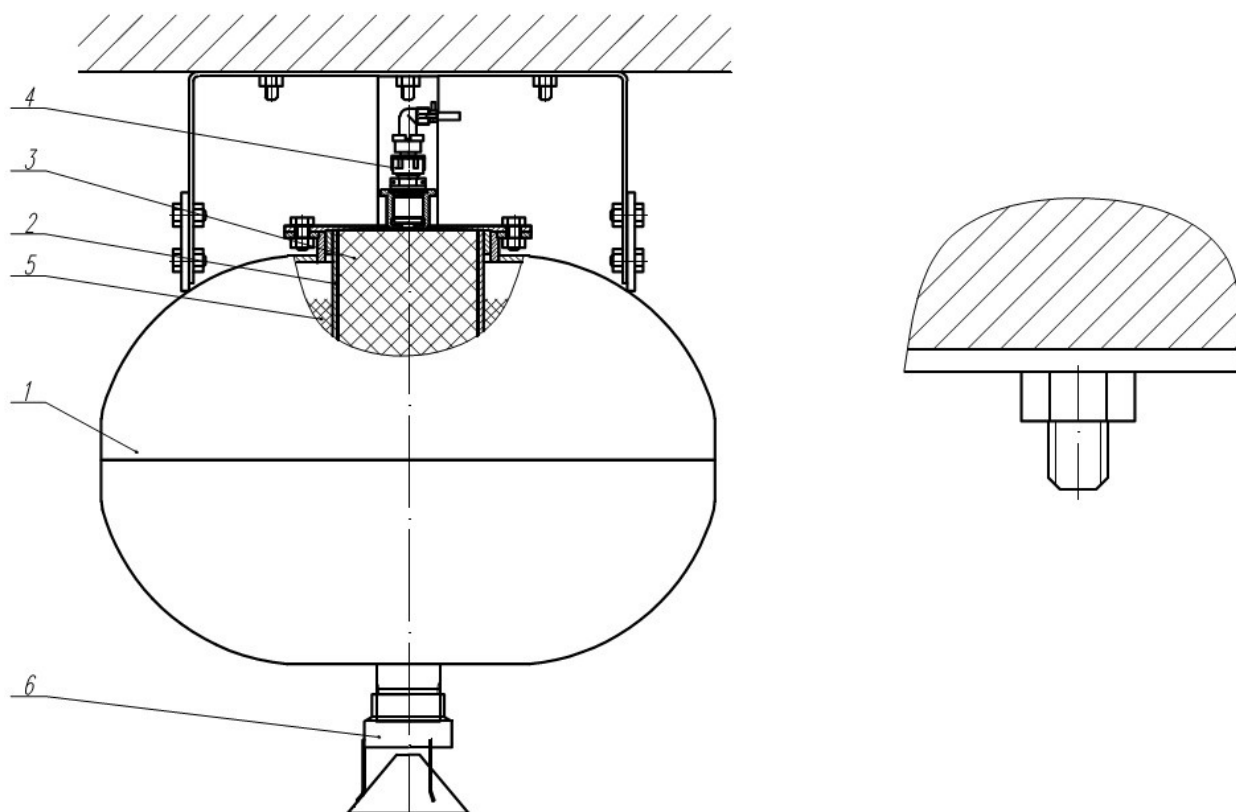
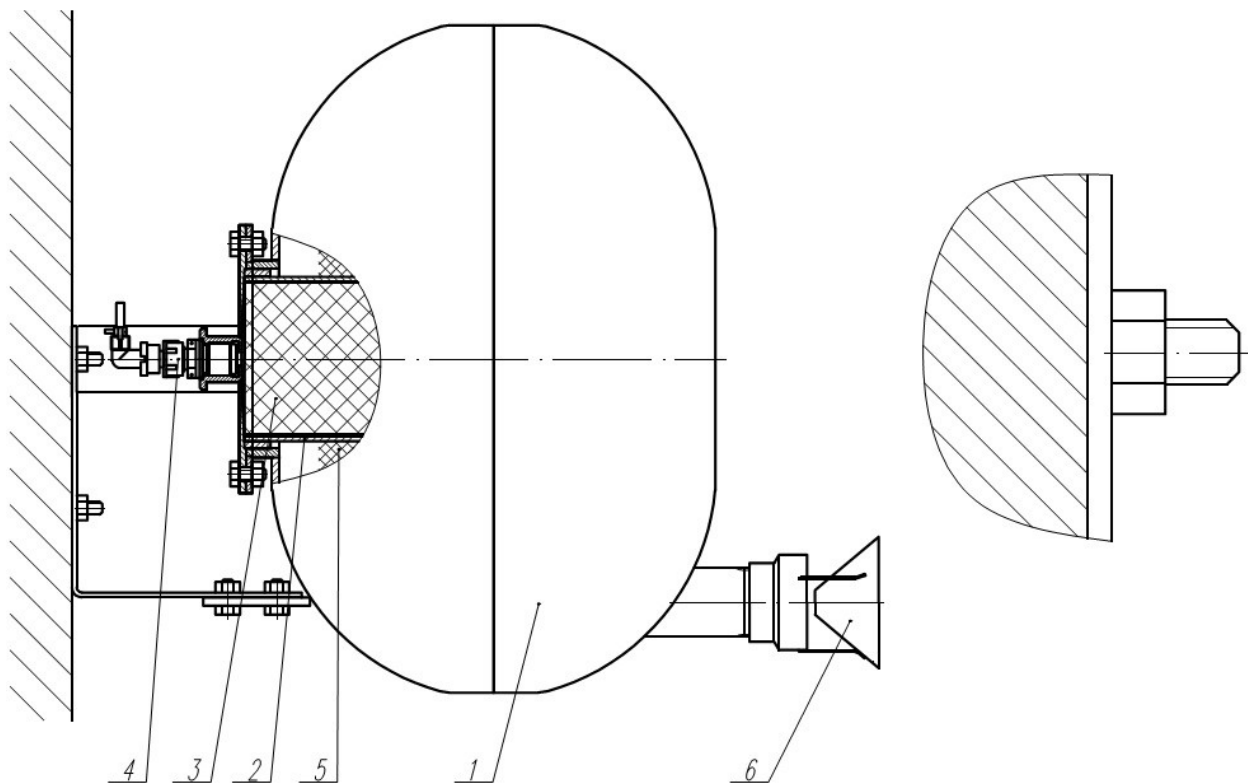

Рис. 1. МПП «Панцирь-25 П»
Рис. 2. МПП «Панцирь-25 Н»
1.3.1. На рис.1 представлена компоновочная схема МПП «Панцирь-25П», на рис.2 - МПП «Панцирь-25Н», МПП во взрывозащитном исполнении идентичны по конструкции, разница заключается в исполнении токоподводящей розетки, снабжённой отверстиями для заливки компаунда.
2.2.6.3. Установку МПП на объекте проводить в соответствии с рабочим проектом на систему пожаротушения. Около места размещения МПП должен быть проход, обеспечивающий доступ к модулю. Модуль крепить за отверстия, показанные на рис.1 и рис.2. При выборе мест монтажа МПП на защищаемом объекте обеспечить защиту модуля от воздействия прямых солнечных лучей и тепла от нагревательных приборов, способного повысить температуру корпуса свыше 50°C . Варианты размещения МПП показаны на рис.3